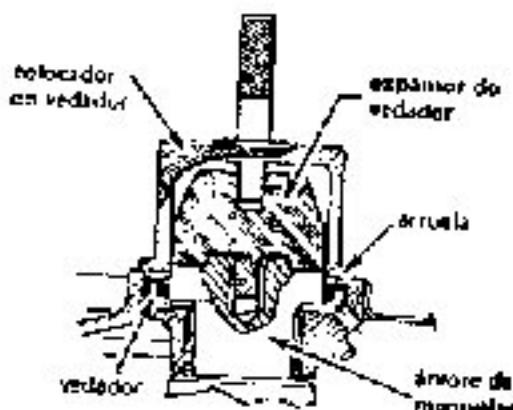

Fig. 62
- caso o vedador esteja sendo instalado sobre uma árvore de manivelas usada, aprofundá-lo um pouco mais em seu alojamento, de maneira a possibilitar o posicionamento do bloco sobre uma área intacta da árvore de manivelas. Para tanto, intercalar, entre a ferramenta e o vedador, uma arreia de aproximadamente 3mm de espessura, e diâmetros interno e externo iguais à área da ferramenta que apoia sobre o vedador (fig. 62);